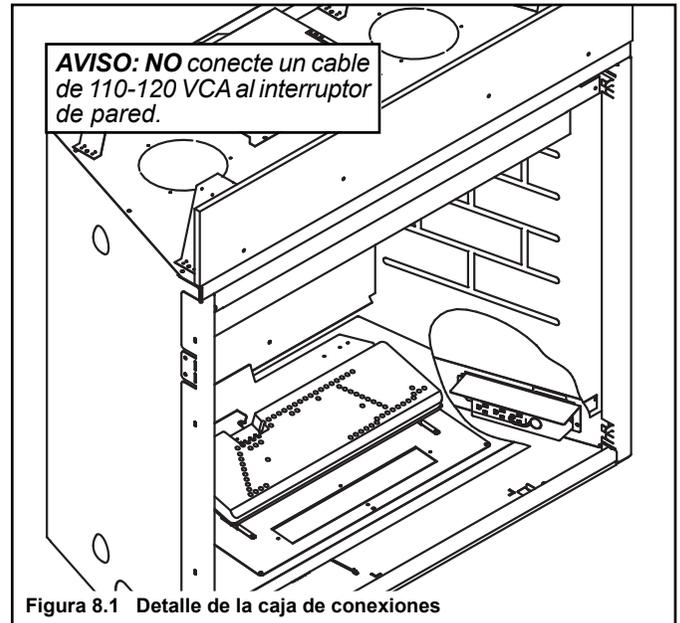

Figura 8.1 Detalle de la caja de conexiones
- Tire de los cables eléctricos desde la parte exterior del aparato a través de la abertura hacia el compartimento de la válvula y asegúrelos con un conector Romex. Consulte la Figura 8.1.